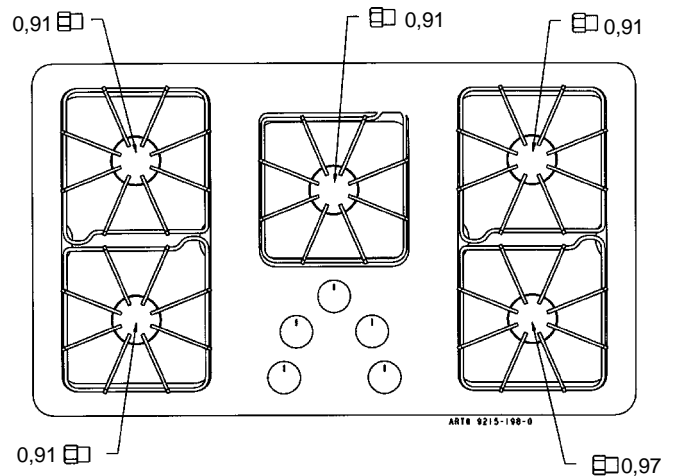

FIGURE 8
Étape 4 : Trouver le paquet de raccords à orifice GPL inclus avec la documentation. Les raccords ont un nombre estampillé en petits chiffres sur le côté. Ce nombre est un code du diamètre de l'orifice et de l'emplacement du brûleur qui lui convient. Les figures 8 et 9 montrent l'emplacement correct d'un raccord à orifice pour GPL.